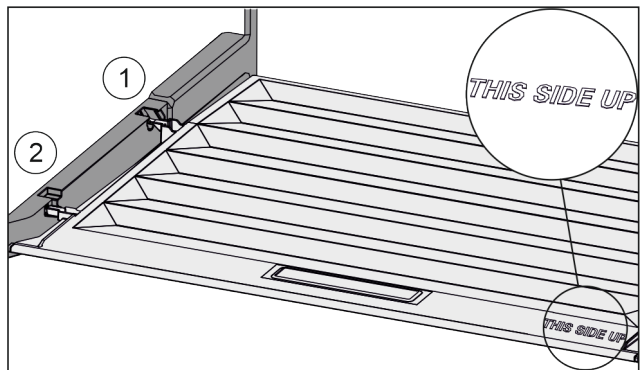

Fig. 26
- ▶ Dekselranden via de opening van de achterste houder Fig. 26 (1) aanbrengen en van voren in de houder Fig. 26 (2) klikken.